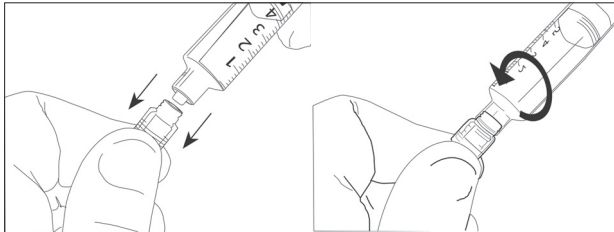

図16 シリンジとLASSの接続方法
- (2) 医療機関の規定に従い、LASSをアルコールを含む消毒液で拭きます。
- (3) 挿入および抜去後にLASSの隔壁がつぶれるのを防ぐため、採血には、ISO-594またはEN 20594-1に適合する採血用シリンジを使用してください。
- (4) シリンジをLASSに対してまっすぐに、時計回りに回転させながらゆっくりと差し込み、慎重にシリンジを接続します(図16)。